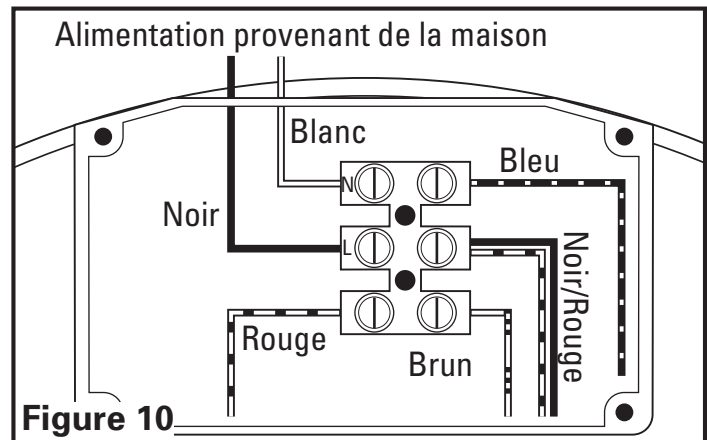

Figure 10
3. Insérez le fil blanc provenant de la maison dans le port de la plaquette de connexions étiqueté "N" et serrez à l'aide d'un petit tournevis régulier. Insérez le fil noir à partir du commutateur mural dans le port de la plaquette de connexions étiqueté "L" et serrez à l'aide d'un petit tournevis régulier. Etant donné que le moteur est isolé au sein d'un boîtier de plastique, il n'est pas nécessaire de procéder à une mise à la terre (**Figure 10**).